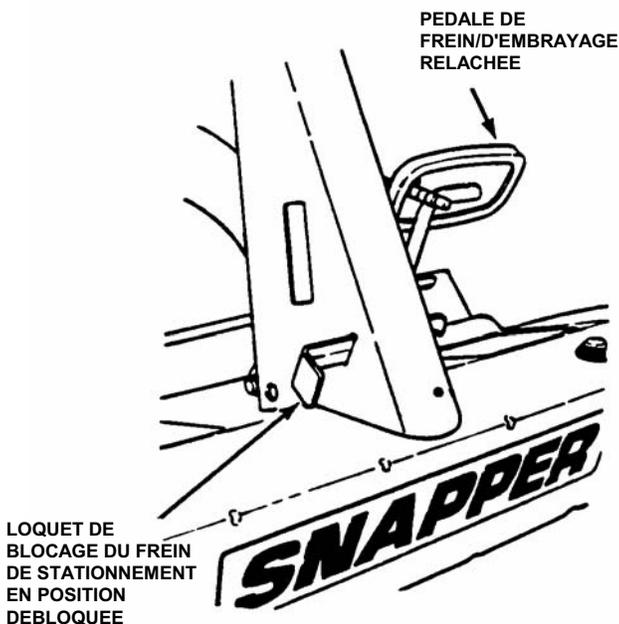

FIGURE 2.17
2. Débloquez le frein de stationnement en enfonçant complètement la pédale de frein/d'embrayage et en retirant le loquet de blocage. Voir la figure 2.17.